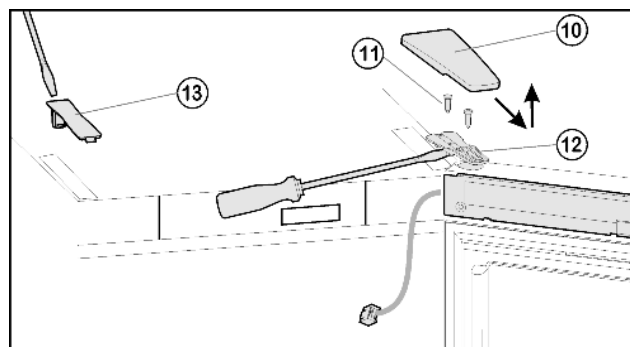
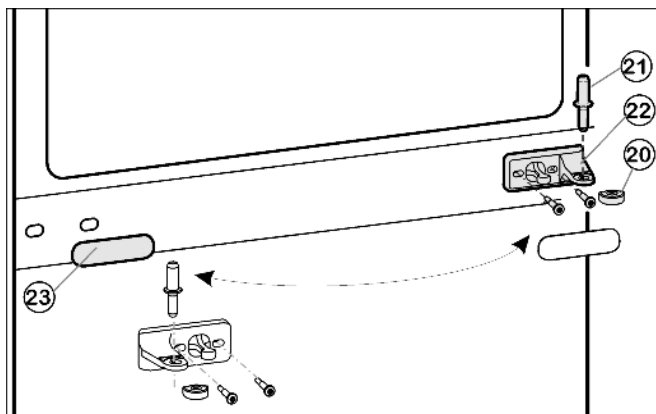
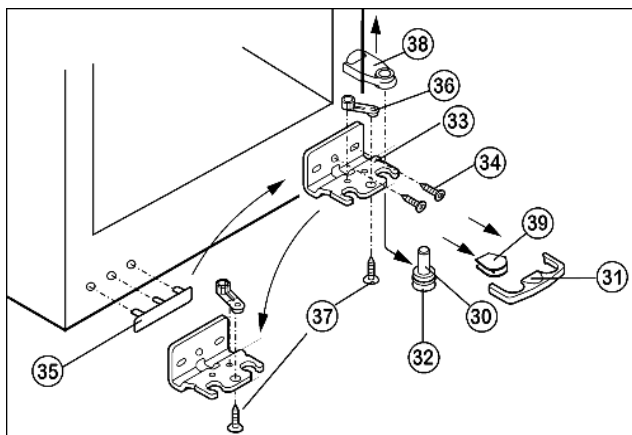

Fig. 5
Fig. 6
Fig. 7
- Kryt Fig. 5 (10) stáhněte dopředu a kryt Fig. 5 (13) nadzvedněte.
- Povolte šrouby Fig. 5 (11).
- Dveře včetně stojanu ložiska Fig. 5 (12) a kabelu vytáhněte nahoru. Pro povolení příp. opatrně vypáčíte plochým šroubovákem pod stojanem ložiska.
- Prostřední ložiskový čep *Fig. 6 (21)* vytáhněte ze stojanu ložiska a spodních dveří.
- Plastovou čepičku *Fig. 6 (20)* stáhněte.
- Stojan ložiska *Fig. 6 (22)* odmontujte.
- Krytku *Fig. 6 (23)* opatrně stáhněte.
- Prostřední stojan ložiska *Fig. 6 (22)* přesadte na novou stranu závěsu otočený o 180°.
- Krytku *Fig. 6 (23)* zasuněte na nové straně madla.
- Kryt *Fig. 7 (31)* stáhněte dolů dopředu.
- Kryt *Fig. 7 (39)* dole stáhněte.*
- Kryt *Fig. 7 (38)* odeberte směrem nahoru.*
- Nastavitelnou nožku *Fig. 7 (32)* zcela zašroubujte.
- Ložiskový čep *Fig. 7 (32)* vytáhněte dolů a dopředu. Přitom je třeba dávat pozor na pouzdro závěsu *Fig. 7 (30)*.
- Stojan ložiska *Fig. 7 (33)* odšroubujte (2x Torx 25) *Fig. 7 (34)*.
- Díl ložiska *Fig. 7 (36)* odšroubujte (1x Torx 25) *Fig. 7 (37)* a přemístěte do protilehlého otvoru stojanu ložiska, zase přišroubujte.
- Krytku *Fig. 7 (35)* na straně madla opatrně vytáhněte a přemístěte.
- Stojan ložiska *Fig. 7 (33)* na nové straně závěsu případně pomocí akumulátorového šroubováku zase našroubujte přes vnější podélný a kulatý otvor.
- Přístroj zase lehce nahněte dozadu a ložiskový čep *Fig. 7 (32)* přemístěte.
- Dveře nasadte shora na ložiskový čep *Fig. 7 (32)*.
- Prostřední ložiskový čep *Fig. 6 (21)* vložte do spodku dveří přes prostřední stojan ložiska *Fig. 6 (22)*.
- Plastovou čepičku *Fig. 6 (20)* nasadte.
- Horní dveře nasadte na prostřední ložiskový čep Fig. 6 (21) dveře zavřete a horní stojan ložiska Fig. 5 (12) nasadte tak, aby zapadl do horní strany přístroje.
- Stojan ložiska Fig. 5 (12) přišroubujte. Díry pro šrouby případně předem propíchněte nebo použijte akumulátorový šroubovák.
- Kryt Fig. 5 (10) a kryt Fig. 5 (13) zatlačte.
- Dveře případně pomocí obou podélných děr ve spodním stojanu ložiska Fig. 7 (33) a v prostředním stojanu ložiska Fig. 6 (22) vyrovnejte tak, aby lícovaly, a pak šrouby pevně dotáhněte.
- Kryt Fig. 7 (31) zase zatlačte na stojan ložiska dole.